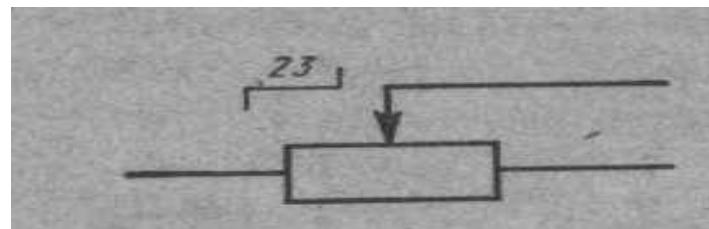

Рис. 8. Изображение символа регулируемого резистора со знаком ступенчатого регулирования.
- Такой резистор может быть выполнен на базе переключателя на несколько положений, к контактам которого подключены ре-, зисторы постоянного сопротивления. На схемах эти подробности не показывают, ограничиваясь изображением символа регулируемого резистора со знаком ступенчатого регулирования, а если необходимо, указывают и число ступеней (рис. 8).